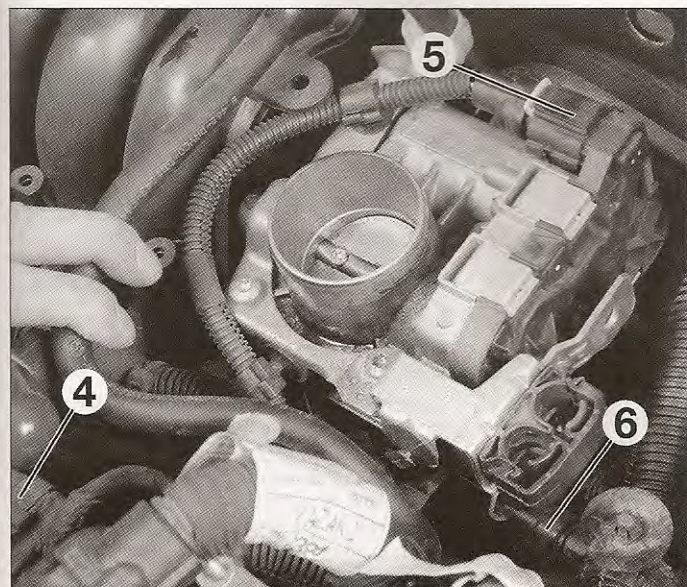
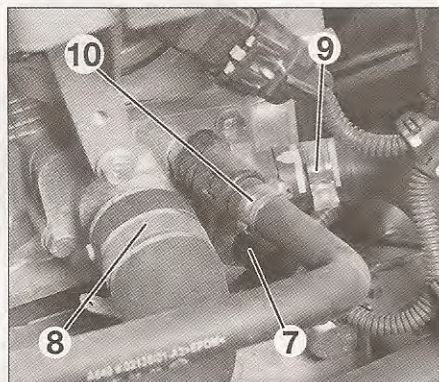

FIG. 20
FIG. 21
- el conector del cableado de los inyectores (4) (fig. 20).
- el conector eléctrico de la caja de mariposa (5).
- el conector eléctrico (6) de la electroválvula de reciclaje de los vapores de combustible.
- la sonda (7) de temperatura de agua (fig. 21).
- los manguitos de agua del radiador de refrigeración (8) y de calefacción (9) sobre el termostato.
- el manguito de agua del vaso de expansión (10) en la caja termostato.